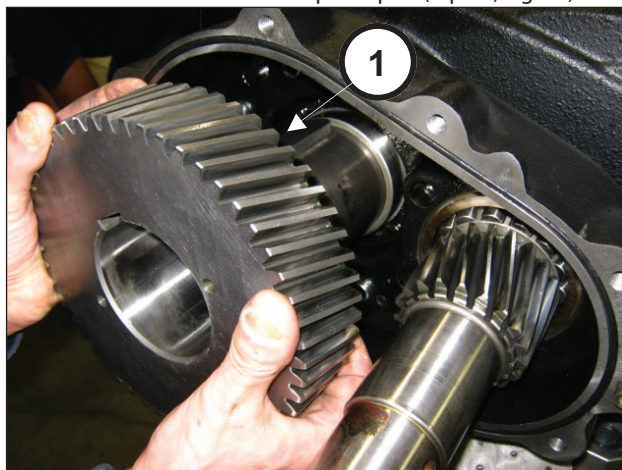
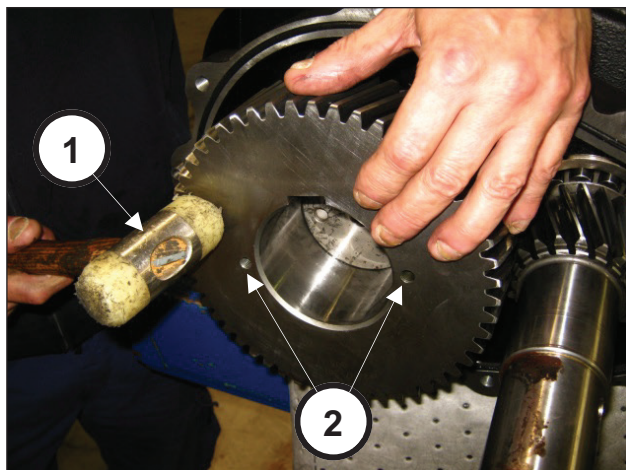

Fig. 66
Fig. 67
Monter la couronne sur l'arbre (rep. ①, Fig. 66) jusqu'en butée à l'aide d'un maillet à embouts plastiques (rep. ①, Fig. 67).
Monter la couronne en s'assurant que les deux trous M8 (à utiliser pour l'extraction) sont orientés vers l'extérieur de la pompe (rep. ②, Fig. 67).